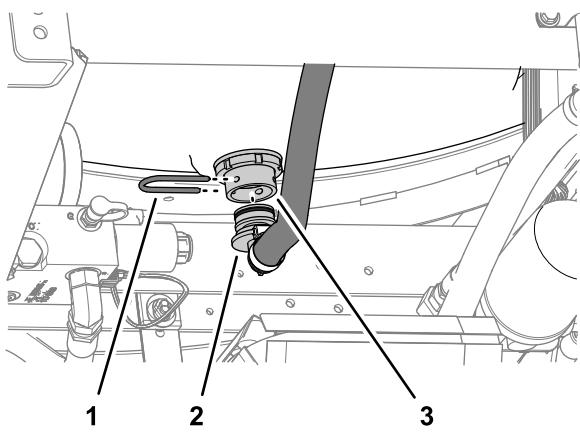

Bild 3
3. Nehmen Sie die Haltegabel unten am Spülbehälter ab, mit der das 90°-Anschlussstück des Zulaufschlauchs am Schottanschlussstück befestigt ist (Bild 3).
4. Nehmen Sie das 90°-Anschlussstück vom Schottanschlussstück ab (Bild 3).